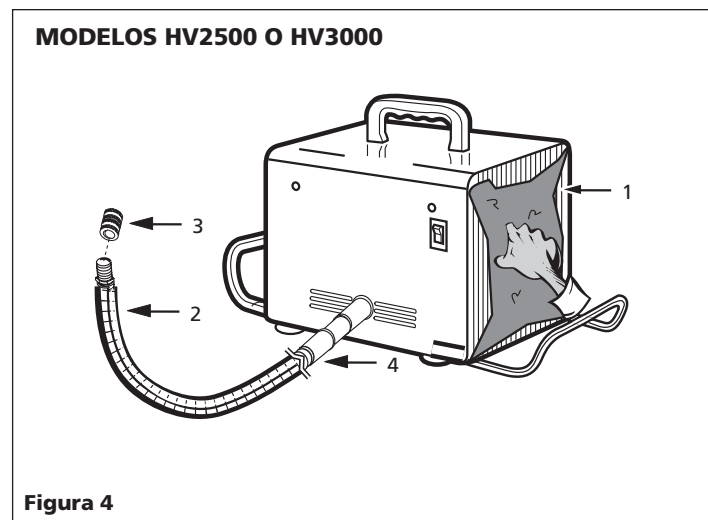

Figura 4
1. Aperte e puxe para remover ambos os filtros (Veja a Figura 4).